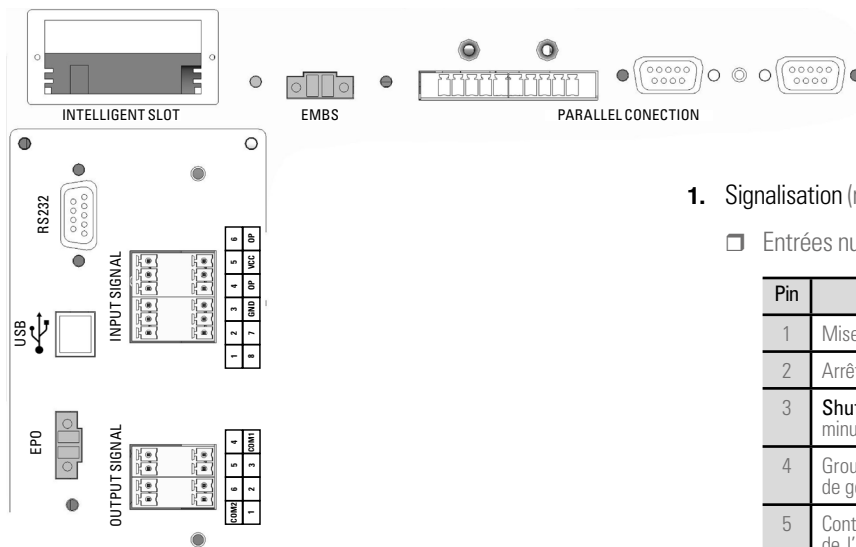
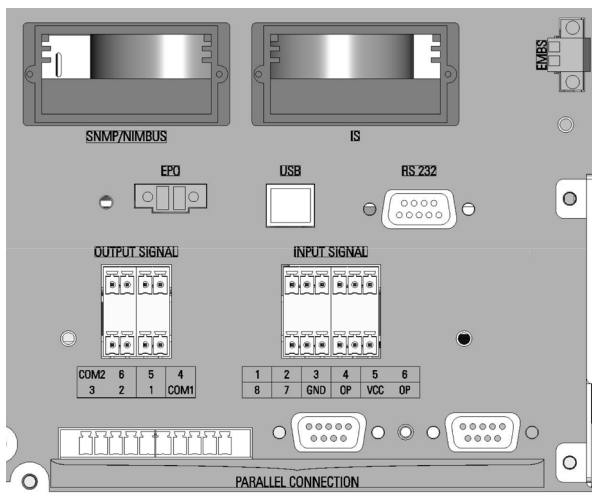

Fig. 19. Détail de l'interface externe et communications équipements version tour.
Fig. 20. Détail de l'interface externe et communications équipements version rack.
L'interface de l'équipement avec l'extérieur comprend différents signaux dédiés d'entrée et de sortie, et différents ports et logements de communication, comme l'illustre les Fig. 19 y Fig. 20:
- Ports parallèle (voir Parallel Connection Fig. 19)
Le commutateur de bypass manuel de l'équipement (**Q5**) dispose d'un microrupteur situé derrière son blocage mécanique. Ce contact normalement ouvert s'étend jusqu'à une réglette à deux bornes (EMBS) située derrière l'équipement (voir Fig. 19 et Fig. 24) et est connecté en interne à la commande même de l'onduleur.
L'onduleur dispose de deux terminaux pour l'installation d'un bouton externe d'arrêt d'urgence de sortie (EPO) (Fig. 19).